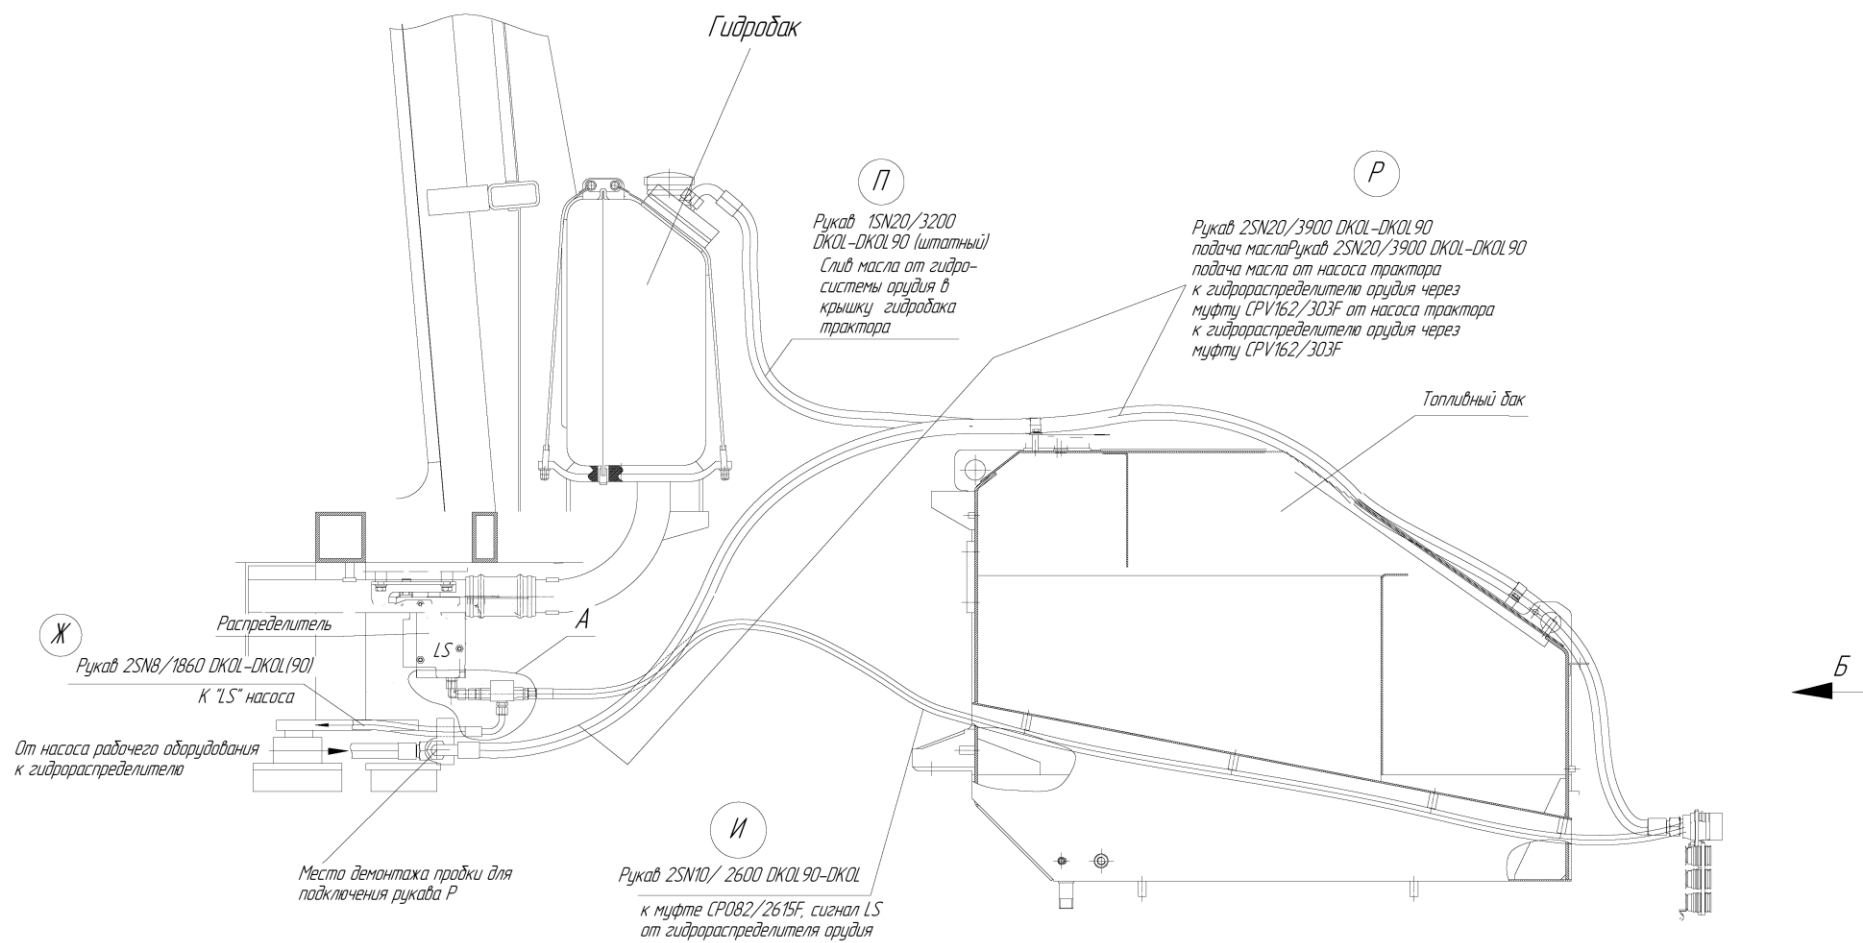

Рис.1. Общий вид
Данная функция достигается передачей на орудие потока рабочей жидкости от насоса, соединения порта LS насоса с управляющим сигналом от гидрораспределителя орудия. Общий вид смонтированного на трактор комплекта представлен на рис. 1.
3.1 Присоедините к штуцеру «Д» (рис.1,2) рукав «И».
3.3 Демонтируйте заглушку из трассы от насоса к гидрораспределителю (Рис.1) и подсоедините рукав Р угловым фитингом 90°. Установить рукав над топливным баком, закрепив его к бонкам хомутами обрезиненными и болтами М8х20.